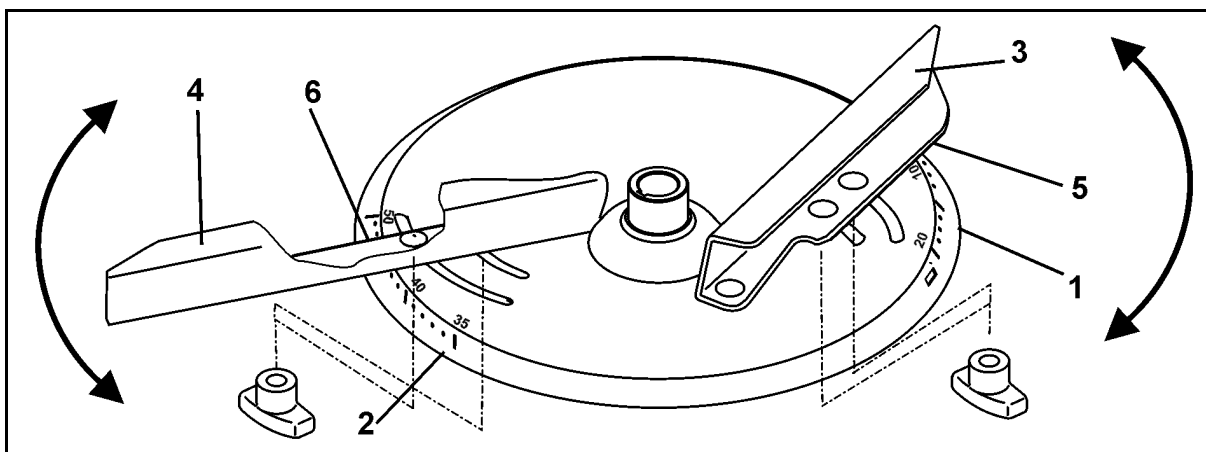

Bild 63
För en exakt, verktygslös inställning av de enskilda spridarskovelinställningarna finns det på varje spridarskovel två helt olika skalor (Bild 63/1 och Bild 63/2).
- Den kortaste spridarskoveln (Bild 63/3) är för skalan (Bild 63/1) med värden från 5 till 28 och den längre spridarskoveln (Bild 63/4) för skalan (Bild 63/2) med värden från 35 till 55.
- För den korta spridarskoveln (Bild 63/3), läs av inställningsvärdet på avläsningskanten (Bild 63/5).
- För den långa spridarskoveln (Bild 63/4), läs av inställningsvärdet på avläsningskanten (Bild 63/6).
- Att svänga spridarskoveln till ett högre talvärde på skalan (Bild 63/1 resp. Bild 63/2) ger en ökning av arbetsbredden.